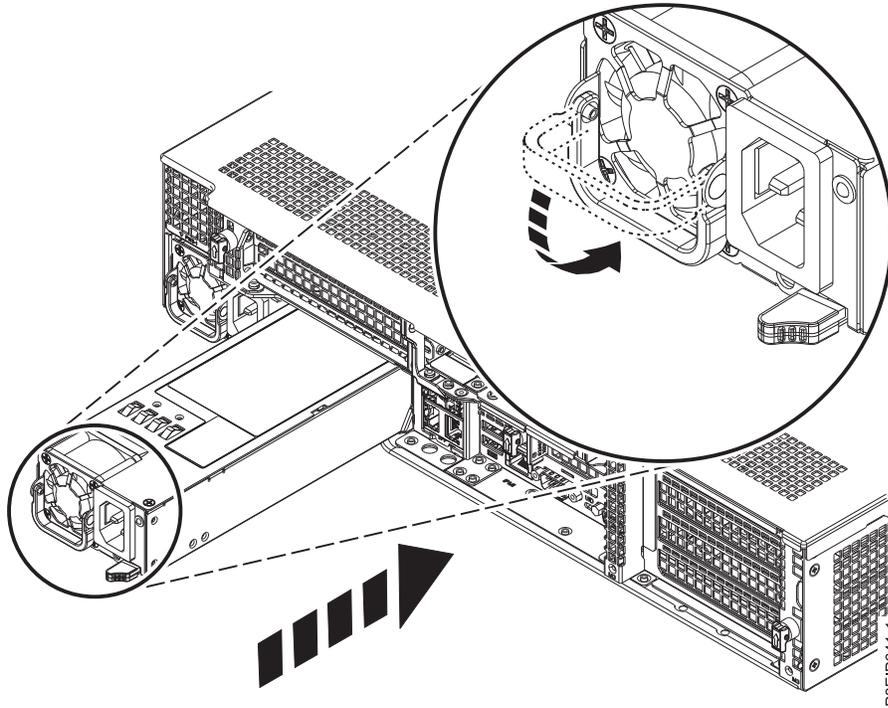

Figura 94. Sustitución de una fuente de alimentación en el sistema
2. Alinee la fuente de alimentación con la bahía, como se muestra en la Figura 94 en la página 93. El ventilador está a la izquierda y el enchufe a la derecha. Deslice la fuente de alimentación en el sistema hasta que el pestillo encaje en su sitio.